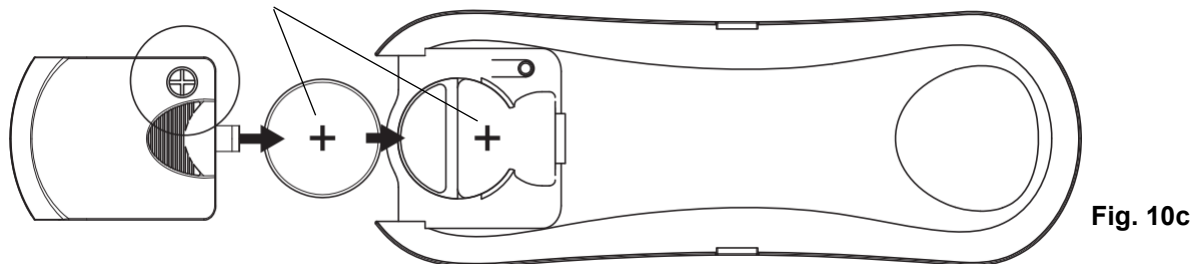

Fig. 10c
3. Installez une pile 3 V CR2032 CC neuve dans le compartiment. Veuillez vous assurer que la polarité de la pile est correcte. (Fig. 10c)